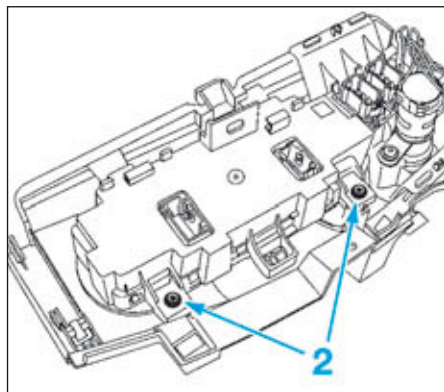

FIG.54
- les vis (2) du panneau de commande (Fig.54),